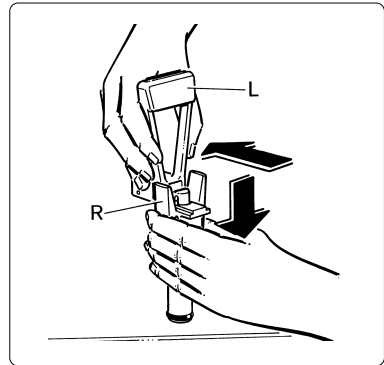

Abb. 13
- Den Hahn ausbauen, dabei seinen Körper (R) nach unten gedrückt halten und den Hebel (L) aus seinem Sitz ziehen (siehe Abb. 13).